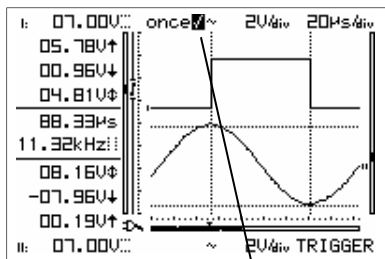

Fig 56
“once”= Sampling starts after triggering, completion will be shown by means of a check mark (1). Triggering can be restarted by pressing the 'manual/restart' button. Use this mode to detect e.g. a short glitch. (Fig 56)
„**once**“ = Bemonstering start na de triggering, éénmaal voltooid zal dit weergegeven worden via een vinkje (1). Men kan de triggering opnieuw starten door op de 'manual/restart' toets te drukken. Gebruik deze mode om bv. een korte storing te ontdekken (Fig 56)
„**once**“ = L'échantillonnage commence après le démarrage, l'achèvement sera marqué au moyen d'un v (1). Le démarrage peut être redémarré en pressant le bouton 'manual/restart'. Utilisez ce mode p.ex. pour découvrir une courte pointe (Fig. 56)